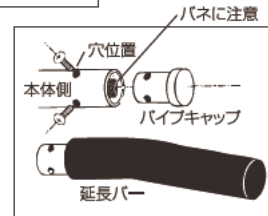

図1
(1) 延長バーの付け方(オプション) (図1)
- ① パイプキャップのネジを外し(プラスドライバー別途用意)、